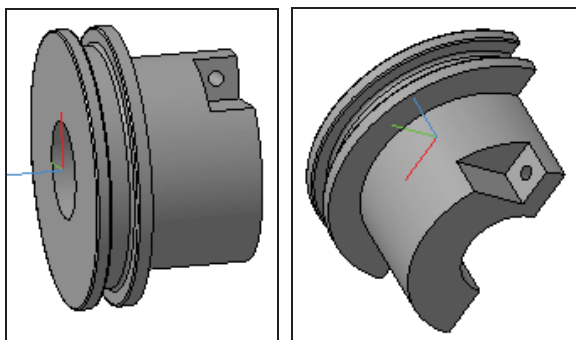

Рис. 19.42. Разрез модели плоскостью ZY
- ◆ нажмите кнопку **Создать объект** — система отрежет половину детали по заданной плоскости (рис. 19.42).